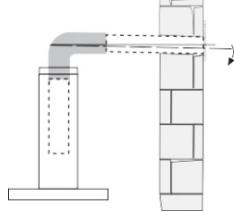

рис. 1A
1.5 При выводе воздуховода на улицу (через отверстие в стене) должен быть уклон воздуховода, как на рис. 1A.